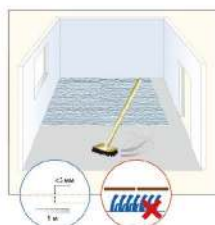

Рисунок 5
6. Укладка ламината допустима на линолеум, паркетную доску или иное основание при условии соблюдения требований ровности, прочности и влажности оснований для укладки ламината. Не желательна укладка ламината поверх коврового покрытия из-за эффекта «статического разряда» (см. рис.5). Если укладка производится на бетонное основание, то относительная влажность не должна превышать 2,5%. Все неровности стяжки, превышающие 3 мм на 1 пм, должны быть устранены. Основание должно быть чистым, сухим, ровным и прочным.